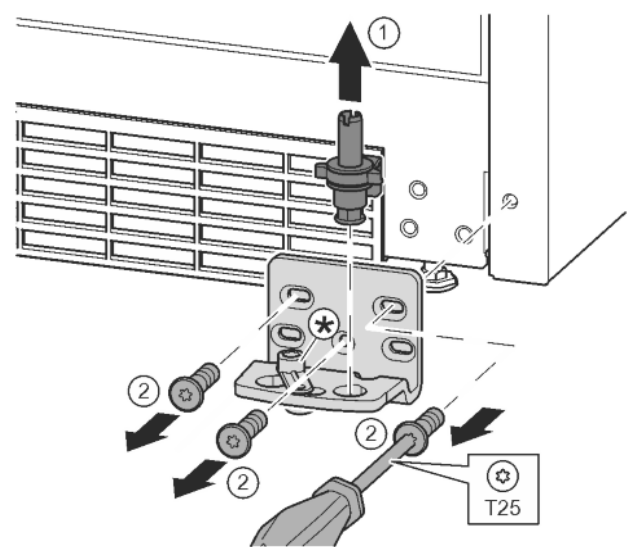

Fig. 13
- ▶ Опорний гвинт цілком витягніть рухом вгору. Fig. 13 (1)
- ▶ Викрутіть гвинти за допомогою викрутки T25 та зніміть опорний кронштейн. Fig. 13 (2)